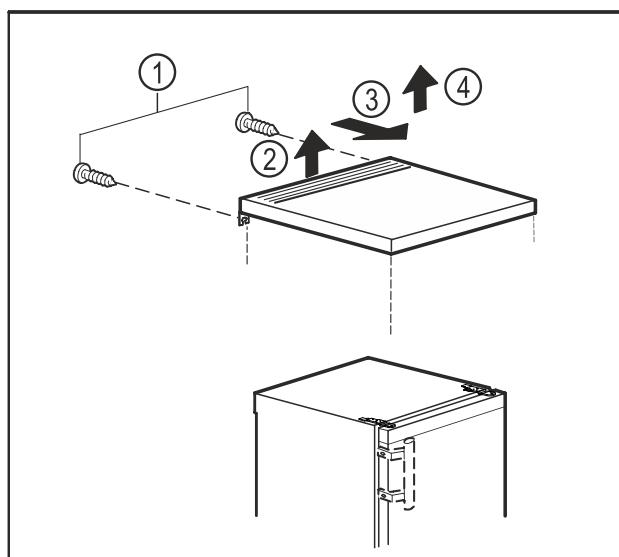

Fig. 9
- Odstranite vijke na zadnji strani. Fig. 9 (1)
- Od zadaj dvignite mizno ploščo. Fig. 9 (2)
- Mizno ploščo potisnite naprej. Fig. 9 (3)
- Mizno ploščo odstranite navzgor. Fig. 9 (4)